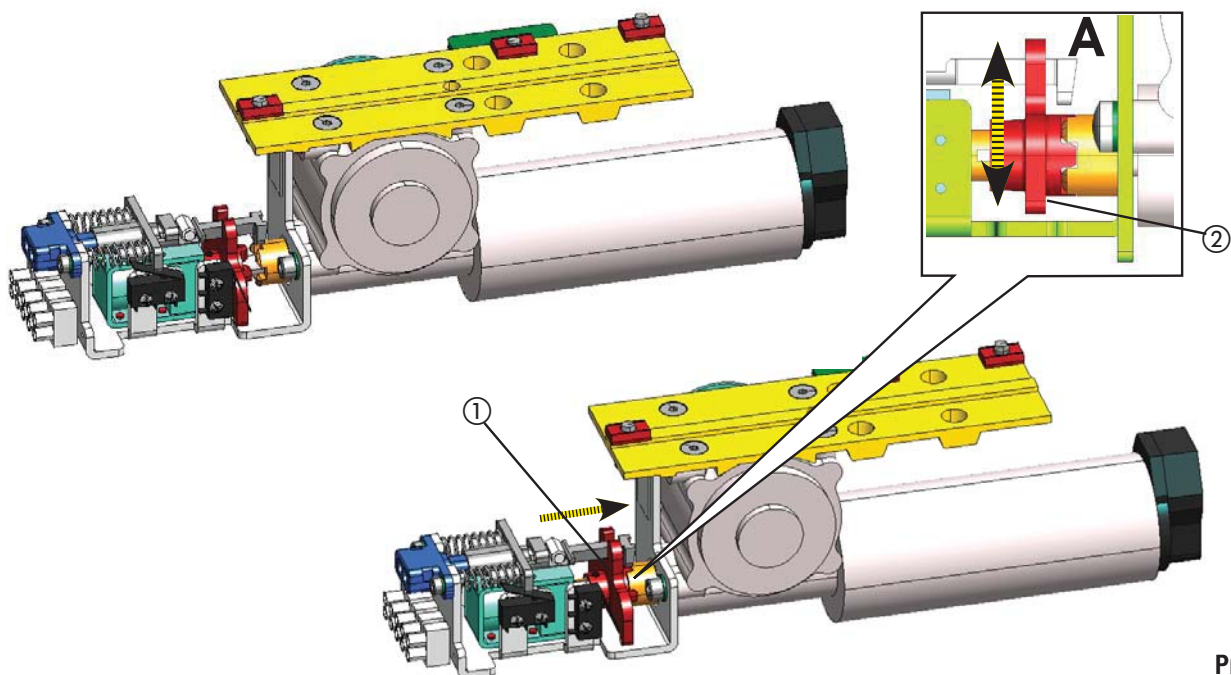

Рис. 23
- Рукой подвиньте рычаг (рис. 23 об. 1) к валу мотора, проверяя правильность соединения как показано на рис. . 23, об. А).
- Вертикально поверните рычаг (рис.23 об. 2) и проверьте, есть ли сцепление между валом мотора и устройством блокировки.
- Удостоверьтесь, что сцепление устройства блокировки привода свободно от сцепления вала привода (рис.23).